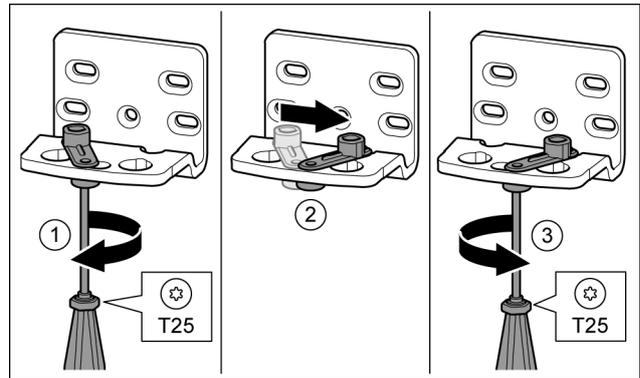

Fig. 30\*
- ▶ Schraube mit Schraubendreher T25 lose schrauben. *Fig. 30 (1)*
- ▶ Türschließhilfe anheben und um 90° nach rechts in Bohrung drehen. *Fig. 30 (2)*
- ▶ Schraube mit Schraubendreher T25 festschrauben. *Fig. 30 (3)*